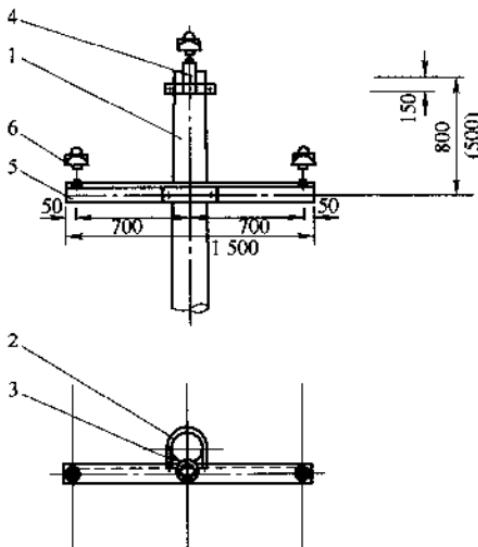

图2 直线杆杆顶组装图
(1) 10 kV直线杆杆顶组装图(见图2)。
- 列出图 2 中序号 1~6 所指示零部件的名称。
- 说明图 2 所示杆顶支座抱箍安装在距杆顶多少毫米